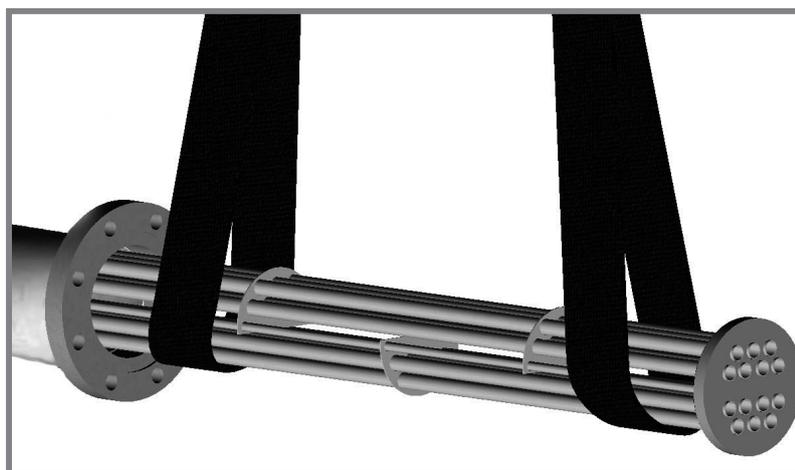

Fig. 14
- b. Nell'operazione di estrazione, il fascio può essere sollevato anche con una imbracatura ad "U" come indicato in Fig. 14. I diaframmi sono organi delicati e possono essere facilmente piegati o danneggiati se il fascio viene fatto scorrere su superfici ruvide.